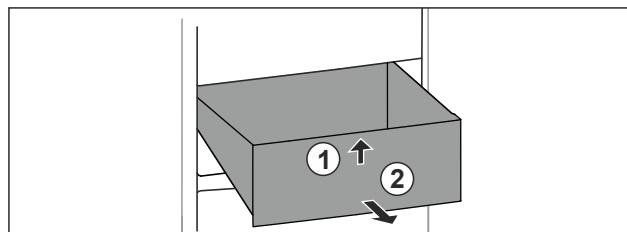

Fig. 80
- Soulever la partie avant du tiroir. Fig. 80 (1).
- Retirer le tiroir par l'avant. Fig. 80 (2)